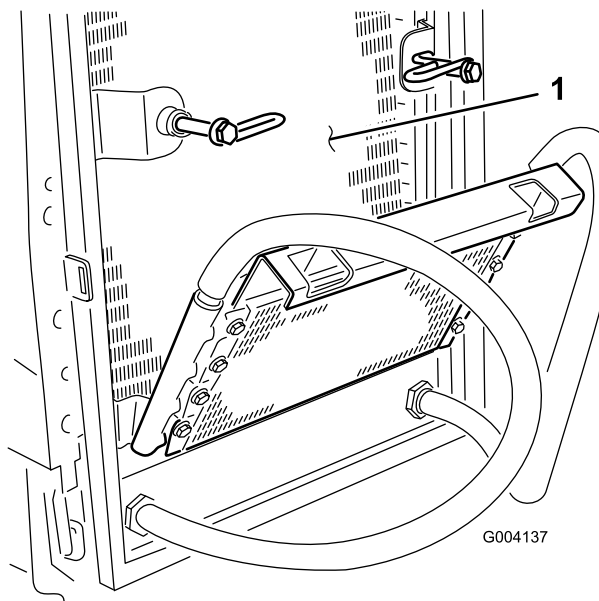

Figura 58
6. Pulite accuratamente entrambi i lati del radiatore dell'olio e del radiatore utilizzando aria compressa (Figura 58).